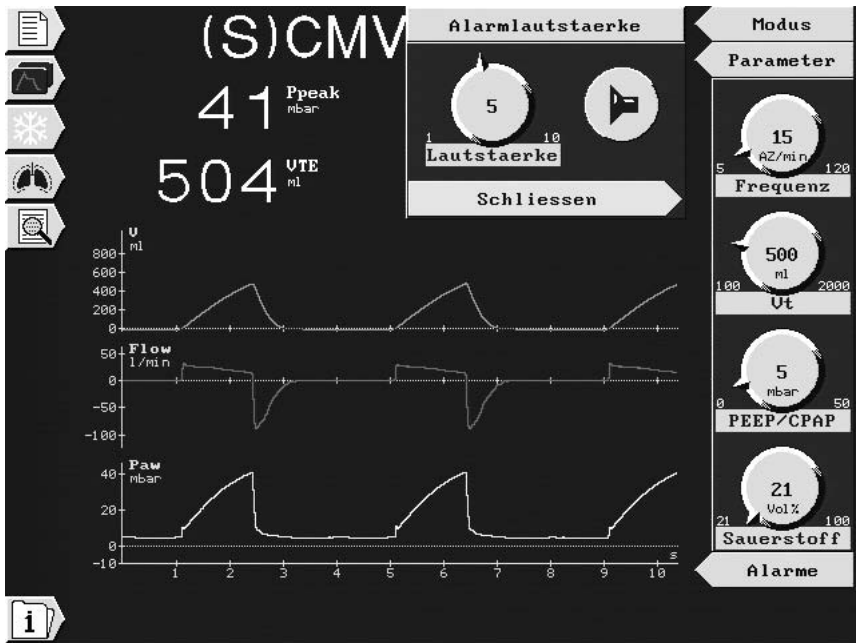

Abbildung 4-8. Fenster Alarmlautstärke
2. Aktivieren Sie das Lautsprechersymbol. Anschließend öffnet sich das Fenster **Alarmlautstärke** (Abbildung 4-8).